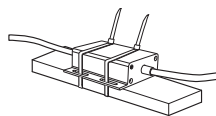

Рис. 7
- Установите блок управления в правильном положении в зависимости от имеющихся условий, как показано на рис. 7. Не устанавливайте блок управления на участках с высокой температурой, движущимися деталями или на участке, где он может помешать работе других движущихся деталей.